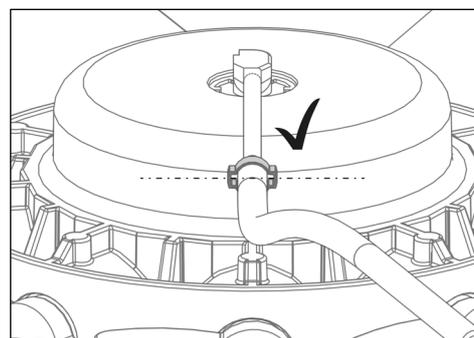

Рис. 17
- 10) Повернуть хомут шланга, как показано на Рис. 17.